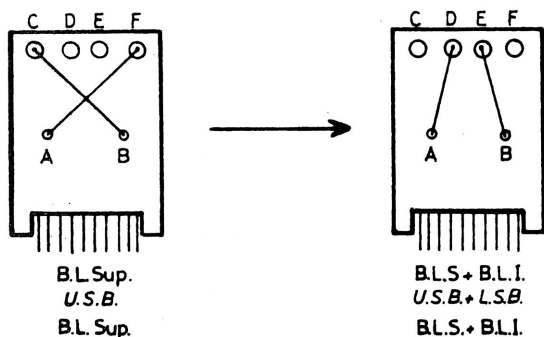

Fig. 6.3.1
- Dessolder le fil arrivant sur le plot C et le ressouder en E (Fig. 6.3.1).
- Unsolder the wire arriving on the plot C and solder it again on E (fig. 6.3.1)
- Desoldar el hilo llegando en el contacto C y soldarlo en E (fig. 6.3.1)